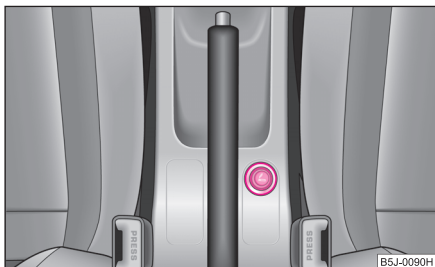

Fig. 67 Consola centrală:
- Apăsați capătul brichetei înăuntru ⇒ fig. 67.